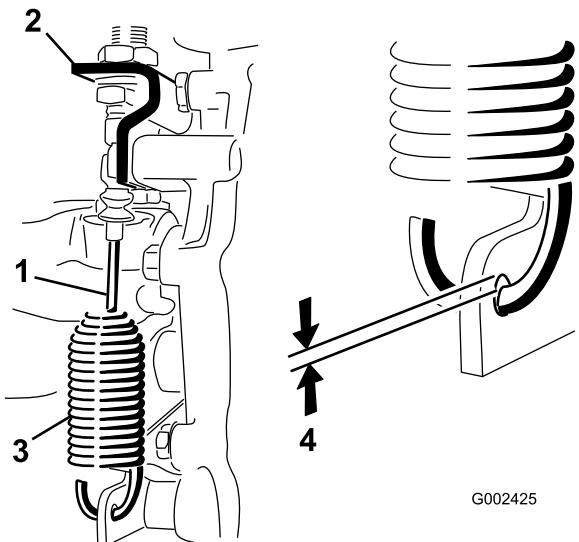

Figura 56
- Afloje las contratuercas que sujetan el cable de bloqueo del diferencial al soporte del transeje (Figura 56).